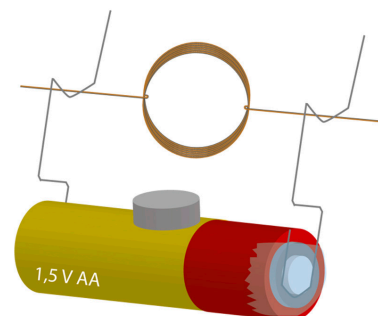

Abbildung 4
5. Lege den Neodym-Magneten auf die Batterie und platziere die Spule auf den Halterungen der Büroklammern s. **Abb. 4**.